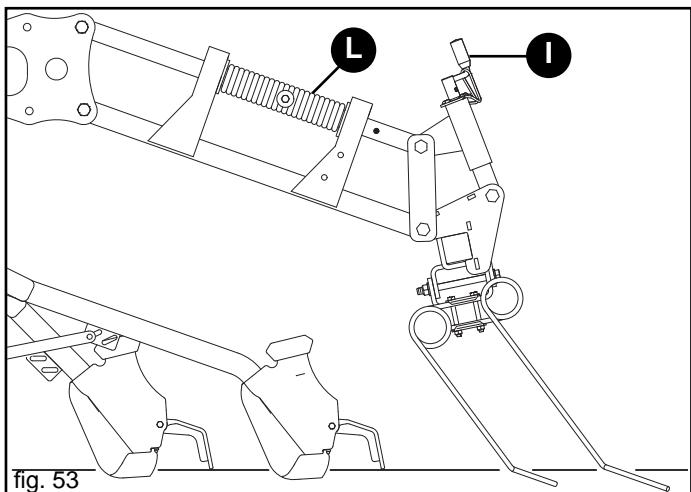

fig. 53
La position de travail normale de la herse est indiquée sur la Figure 53. Dans cette position, l'usure de la dent courte et de la dent longue est identique. Grâce à la poignée de réglage (I), il est possible de modifier l'inclinaison de la herse.
Pour modifier la pression de travail des dents à ressort de la herse recouvre-graines, faire tourner le ressort (L) placé sur le bras parallèle supérieur (Fig. 53).